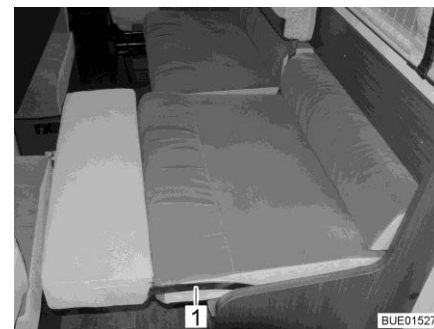

Bild 99 Inställning av nackkudden
- Tryck sittdynan i metallbygelns svängområde (Bild 99,1) en bit inåt.